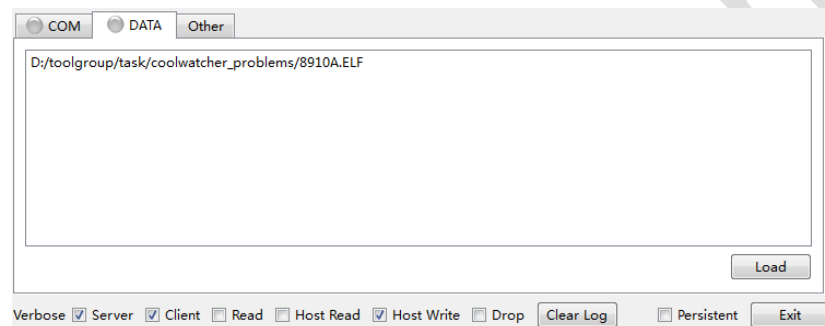

图 4-32 选择 elf 文件路径
- 加载文件：点击图 4-32 的 load 按钮，加载文件，效果如下图：